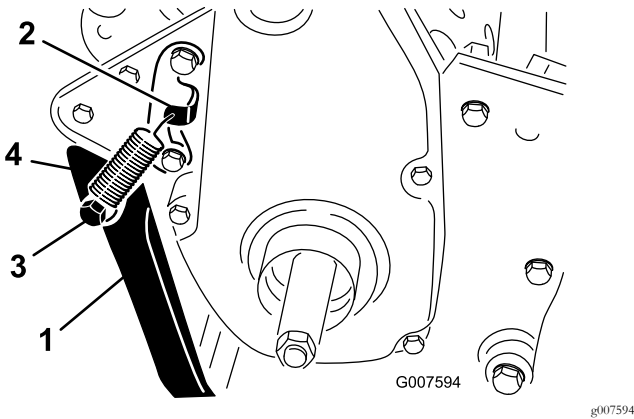

Figura 6
2. Prenda a mola no furo do suporte da mola e na fixação da mola alinhando a cavilha da mola com os furos de montagem na parte traseira do chassi (Figura 6).
3. Monte o apoio em cada lado do chassi com um parafuso, espaçador, anilha de cabeça chata e porca de bloqueio (Figura 6).